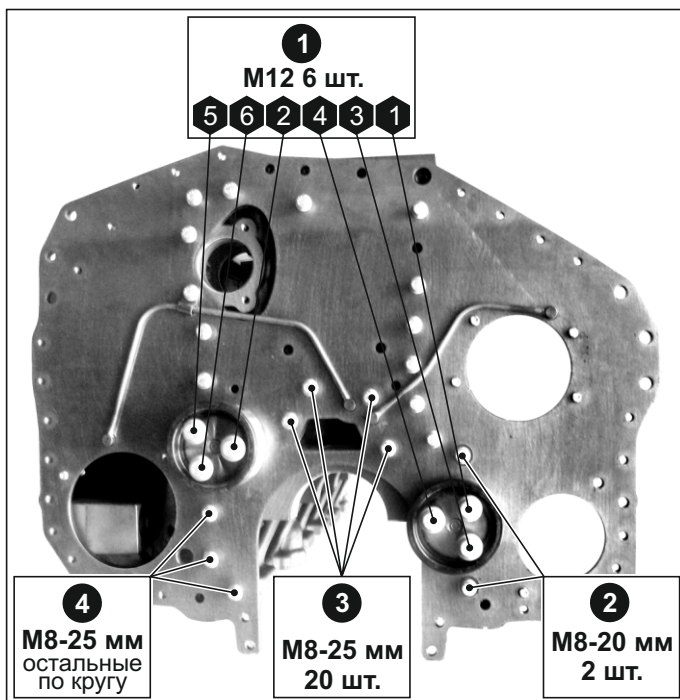

Рис. 101. Установка листа торцевого и осей шестерен промежуточных.
5. Затянуть болты крепления листа торцевого моментом $M_{кр} = 20 \pm 4$ Нм, а болты крепления осей шестерен промежуточных моментом $M_{кр} = 90 \pm 18$ Нм согласно порядку на **Рис. 101**.